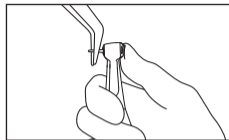

Fig. 7
- 2 Enlevez la fraise/coupelle/brosse. (Fig. 7)